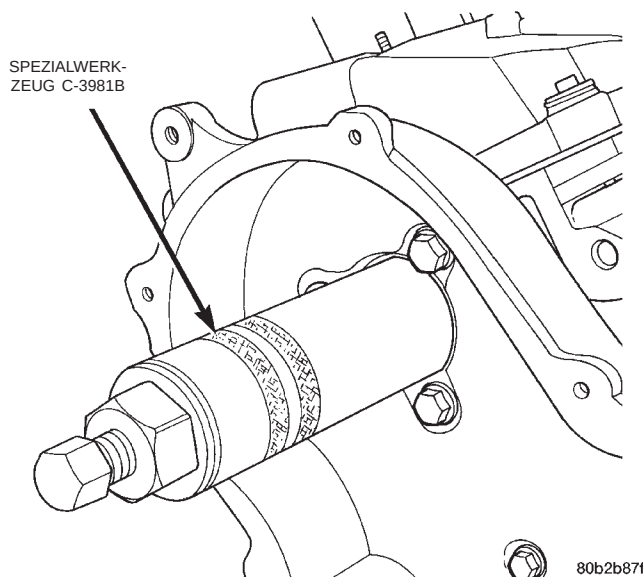

Abb. 74 Nockenwellendichtring ausbauen
(1) Nockenwellenräder ausbauen. Siehe entsprechende Anleitung in diesem Abschnitt.
(2) Nockenwellendichtring mit Spezialwerkzeug C-3981B ausbauen (Abb. 74).